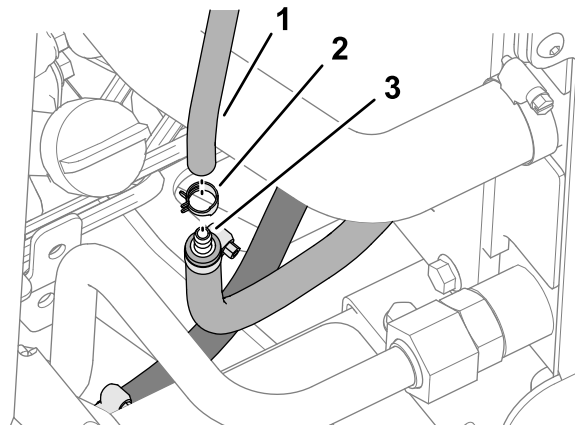

Bild 18
2. Verlegen Sie das andere Ende des Schlauchs des Kraftstofffilters zum anderen Schlauch des Kraftstoffkühlers (**Bild 18**).
3. Montieren Sie den Schlauch des Kraftstofffilters und die Federschlauchschelle auf den gezahnten Schlauchanschluss des außenliegenden Schlauchs des Kraftstoffkühlers (**Bild 18**).